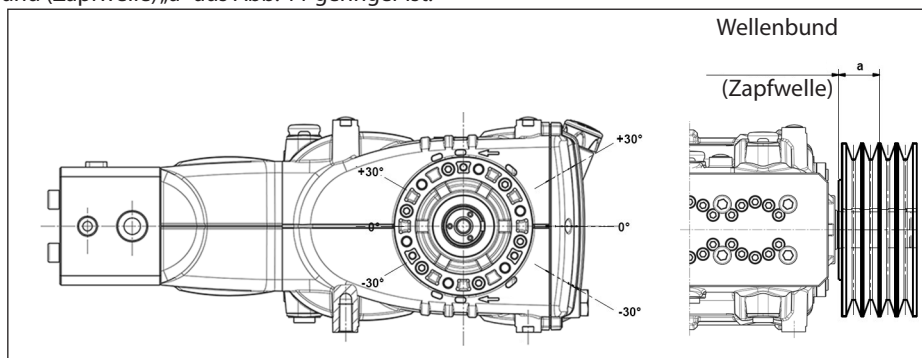

Abb. 11
Der Antrieb gilt als richtig bemessen, wenn die Belastung bei einem maximalen Abstand $a=50$ mm vom Wellenbund (Zapfwelle) angewandt wird, siehe Abb. 11.
- b) Verwenden Sie Hochleistungsriemen - zum Beispiel **XPB** statt **SPB** - da hierbei weniger Riemen bei gleicher Leistungsübertragung benötigt werden und der Abstand zum Wellenbund (Zapfwelle) „a“ aus Abb. 11 geringer ist.
- e) Folgen Sie der Spannungsrichtung des Riemen lt. Angaben in Abb. 11. Wenden Sie sich bei anderen Anforderungen an die **technische Abteilung** oder den **Kundendienst**.